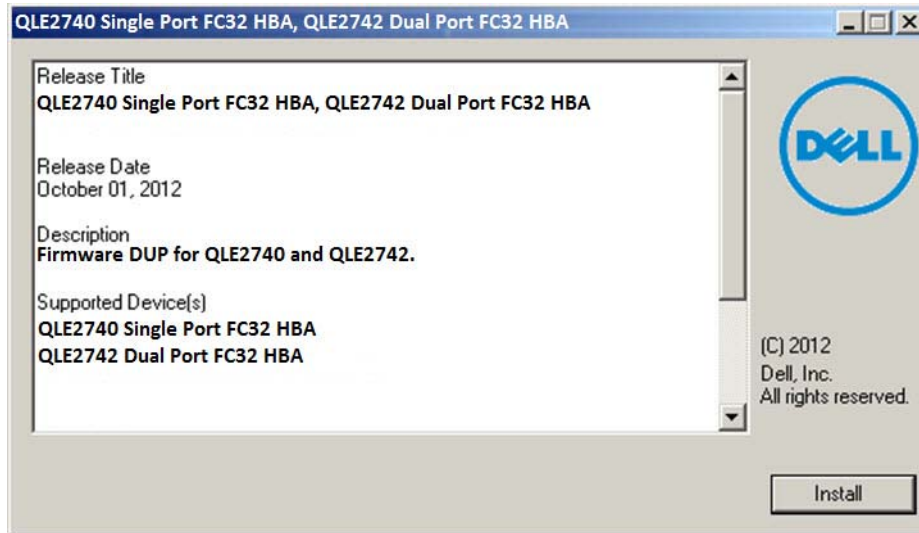

Figure 3-1. Écran de démarrage de Dell Update Package
1. Double-cliquez sur l'icône représentant le fichier DUP du micrologiciel. Lorsque l'écran de démarrage du DUP apparaît (Figure 3-1), cliquez sur **Install** (Installer) pour continuer.